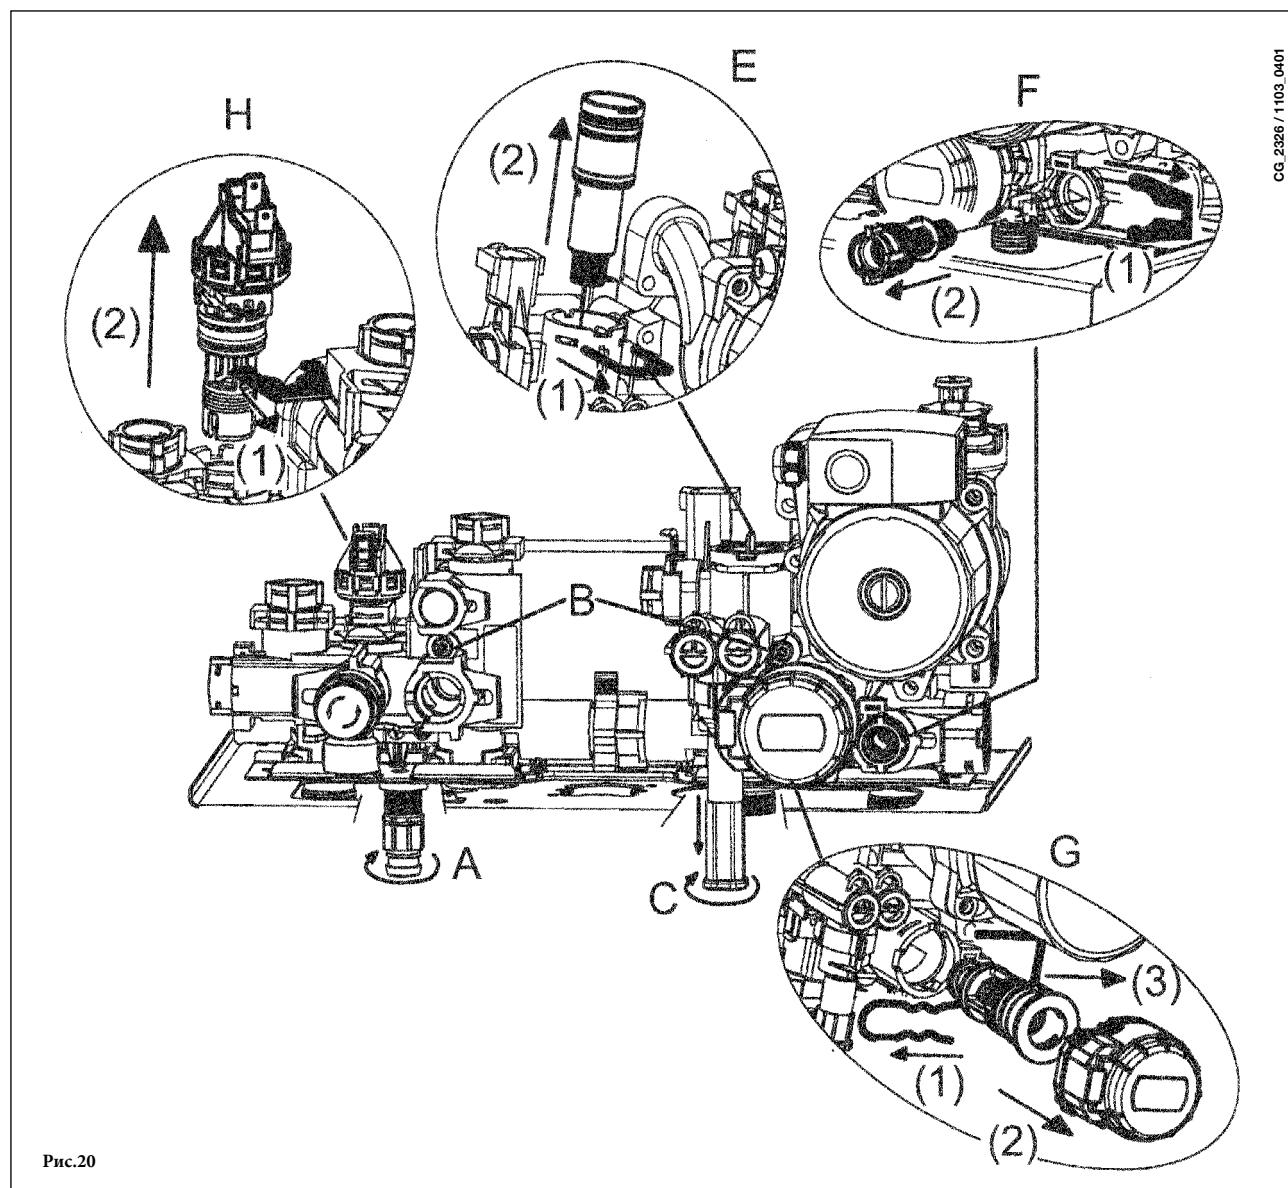

Рис.20
Фильтр на входе холодной воды системы ГВС и фильтр на обратке системы отопления располагаются внутри специальных съемных картриджей. Картридж с фильтром системы отопления располагается на возврате из системы (рис.20 F). Для очистки фильтров действовать следующим образом:
- слить воду из системы отопления, открыв кран А (рис.20);
- для того, чтобы вынуть картридж с фильтром системы отопления, необходимо вначале снять мотор трехходового клапана (1-2G - рис.20);
- Снять зажим 1E (рис.20);
- Снять фильтр (2E рис.20).
- отвинтите два винта (прямо перед вами), крепящие теплообменник ГВС, и выньте его (рис.20 В).